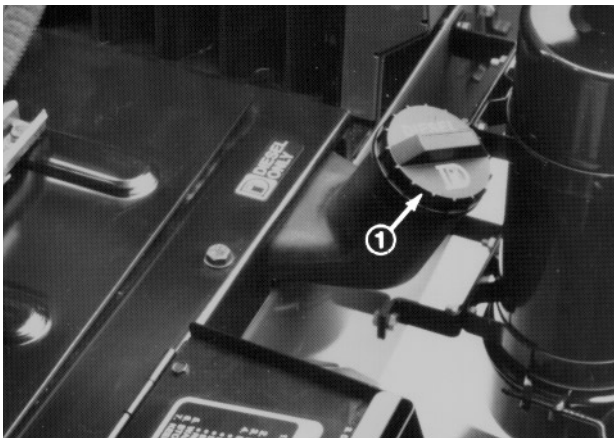

Fig. 6
2. Fjern dækslet fra brændstoftanken (Fig. 6), og fyld 34 liter tanken til 25 mm fra toppen med dieselbrændstof. Sæt dækslet på igen og stram det efter påfyldningen.